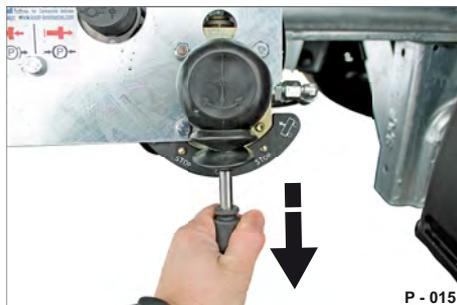

Abb. 39 Ventilhebel entsichern
Das KNORR-System funktioniert durch Ziehen des Ventilhebels aus der Fahrstellung (0) nach unten. Der Ventilhebel wird zum Betätigen freigegeben (siehe Abb. 39).